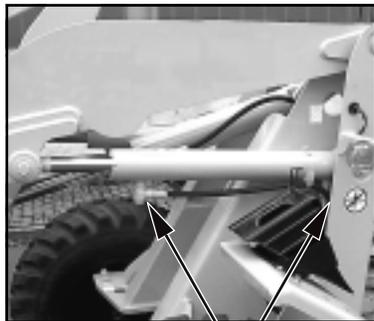

Figure 7-7
- (4) Couvrir la lame de godet et les dents avec la capot de protection (5-3/flèche).
- (5) Connecter la fiche du capot de protection à la prise (5-4/flèche).
**(6) Uniquement pour AL 70e:** Déverrouiller et actionner l'interrupteur à bascule pour la position flottante (4-13/14) lorsque l'allumage est enclenché. Si le véhicule ne possède aucune position flottante, voir la figure 7-7 ainsi que le texte s'en rapportant.